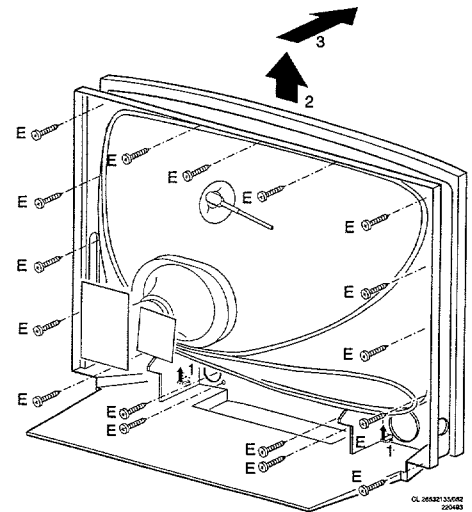

Fig.7
5. Rimozione della maschera del FL2 (fig. 7)